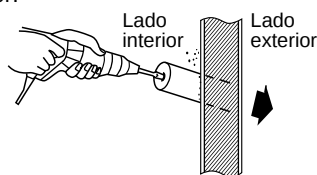

Fig. 3-48
- (8) Si los tubos y los cables tienen que ir hacia la parte posterior de la unidad, haga orificios en la pared. (Fig. 3-48)